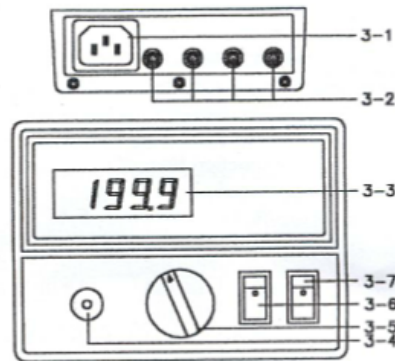

Fig. 1
2) A. Coloque el interruptor de encendido/apagado (3-7-Fig.1) en la posición de encendido (posición "1").
b. Gire el interruptor de rango rotatorio (3-5, Fig. 1) al rango 200 m ohm, 2000 m ohm, 20 ohm, 200 ohm, 2000 ohm. c. Coloque el interruptor "200 m ohm/2000 m ohm, 20 ohm, 200 ohm, 2000 ohm" (3-6, Fig. 1) en la posición "200 ohm" del rango de medición de 200 m ohm.
d. Coloque el interruptor "200 m ohm/2000 m ohm, 20 ohm, 200 ohm, 2000 ohm" (3-6, Fig. 1) en cualquier posición excepto el rango de medición de 200 m ohm.
b. Gire la perilla de ajuste a cero (3-4, Fig. 1) hasta que la pantalla muestre los valores de lectura a cero.